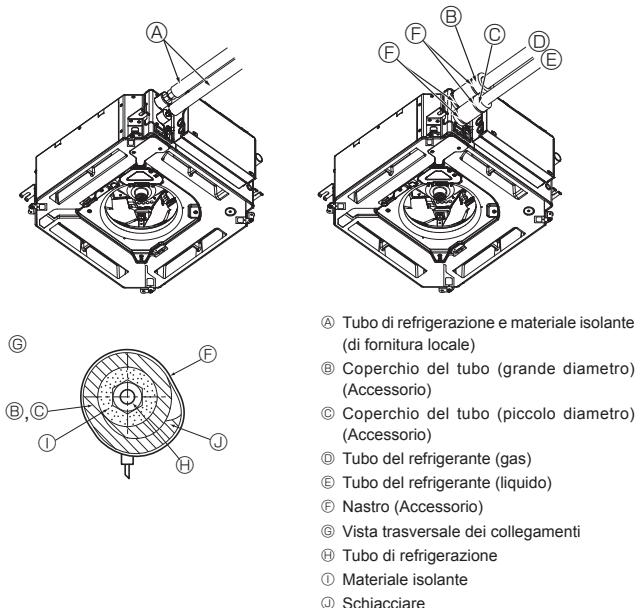

Fig. 5-8
5.4. Collegamento della tubazione (Fig. 5-8)